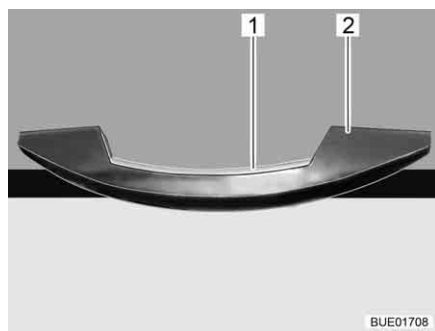
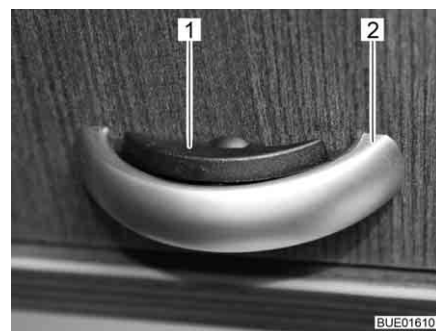

Bild 54 Griff mit Entriegelungsleiste (Beispiel)
Bild 55 Griff mit Entriegelungsleiste (Alternative)
- Entriegelungsleiste (Bild 54,1 bzw. Bild 55,1) drücken und gedrückt halten.
- Am Griff (Bild 54,2 bzw. Bild 55,2) ziehen, bis die Möbelklappe offen ist.